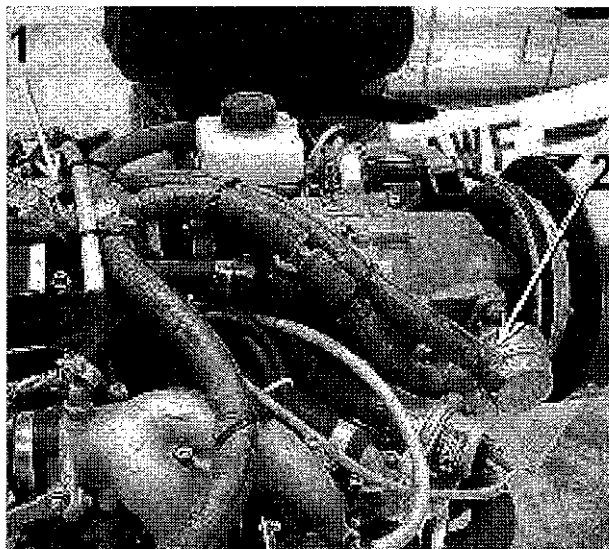

Fig 5
6a. Impianto carburante: tagliare la frenatura e le fascette, fino al castello motore, lungo la guaina protettiva del tubo recupero carburante al serbatoio e scollegare il tubo recupero carburante dal raccordo multivia (part. 1 in fig. 5). Scollegare il tubo di mandata carburante (part. 2 in fig. 5) dalla pompa carburante. Liberare i tubi di recupero e mandata carburante.
6a. *Fuel system: remove the locking wire and the clips along the sheath of the fuel return line to tank, up to the engine mount, and disconnect the fuel return line (item 1 in fig. 5). Disconnect the fuel feed line (item 2 in fig. 5) from the fuel pump. Free the fuel return and feed lines.*